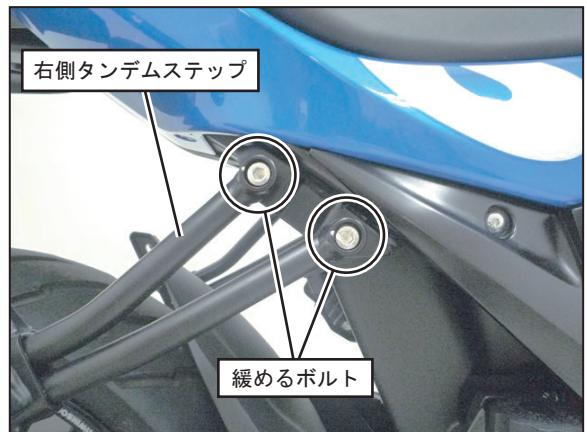

FIG. 9
6. 右側タンデムステップのボルトをタンデムステップが少し動く程度に緩めて下さい。 (FIG. 9参照)